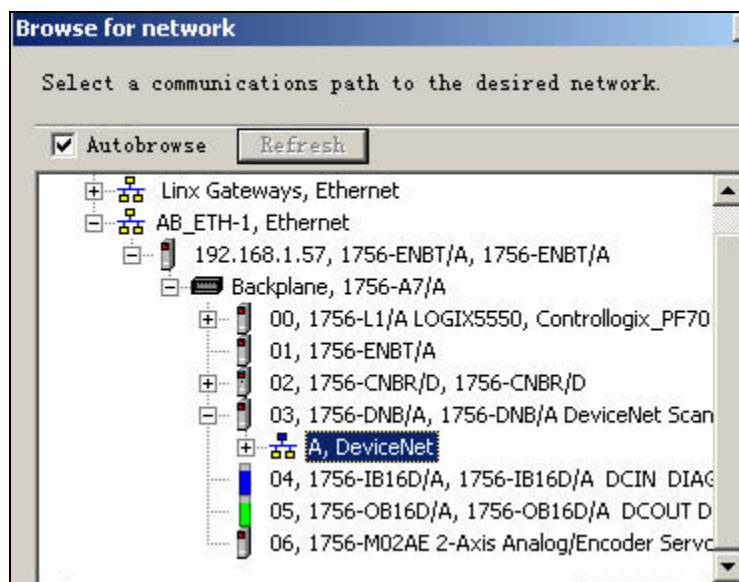

图 4-14 选择要扫描的网络
9. 单击在线图标，弹出网络浏览界面，选择访问 DeviceNet 网络的路径。在此我们选择 EtherNet 网络驱动，逐层展开后选择 DeviceNet 网络，然后单击 OK，如图 4-14 所示。